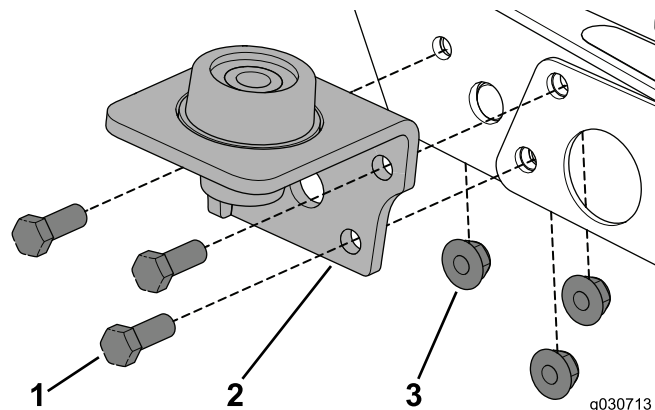

Bild 17
- Nehmen Sie die vorhandenen Schrauben ab und verwenden Sie die drei Schrauben (3/8" x 1") und Bundmuttern, um die Befestigung an der Maschine anzubringen (Bild 17).